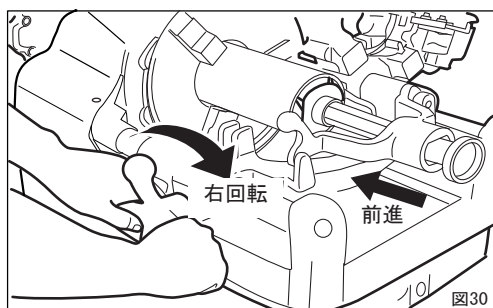

図30
- ④ スイッチを入れてパイプを回転させてから送りハンドルでリーマをパイプに押しつけ、パイプが 1 回転以上したらリーマをパイプからはなしてください。これで面取りは完了です。(図30)